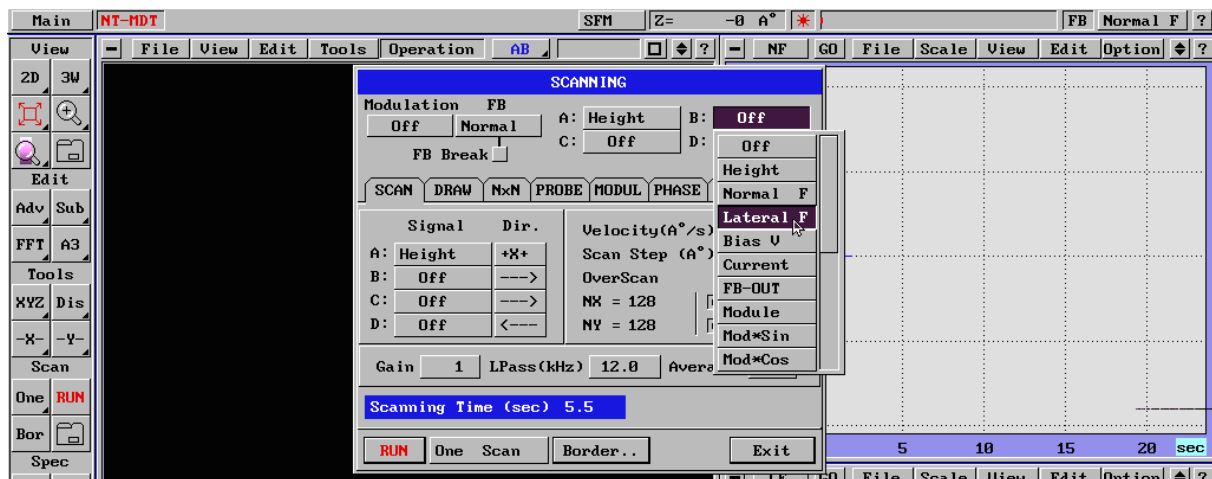

Fig. 171
- Scan B - Lateral Force (Fig. 171)